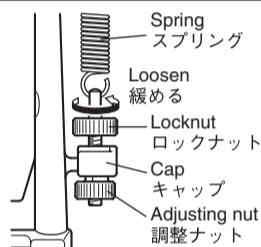
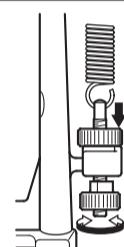

Fig. 1
Fig. 2
Adjust the spring tension using the nut ⑦ on the lower end. When adjusting the spring, first loosen the locknut ⑥, and then turn the adjusting nut while pressing down on the locknut as in Fig. 1 and 2.
スプリングテンションは、下側にあるナット⑦で調整できます。スプリングの調整をする時にはまずFig.1のようにロックナット⑥を緩めた後、Fig. 2のようにロックナットを下に押し下げながら下側のナットを回して調整して下さい。ナットを締めるにつれて踏み心地は重くなりますが、ビーターの戻りは早くなります。